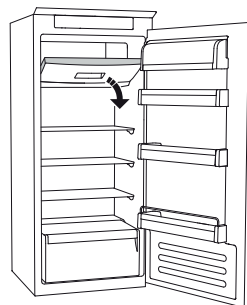

Rysunek 1
- Umieść żywność na kratce, jeśli jest dostępna (rysunek 1), lub bezpośrednio na spodzie komory (rysunek 2).
- Umieść żywność w środku komory *** ** *** tak, aby nie stykała się z już zamrożoną żywnością, zachowując odległość około 20 mm (rysunek 1 i 2).
SYSTEM STOP FROST (dostępny w zależności od modelu) ułatwia procedurę rozmrażania komory zamrażarki. Wyposażenie STOP FROST (rysunek 1) służy do zbierania szronu powstałego w komorze zamrażarki, jego łatwego usuwania oraz czyszczenia, co znacznie skraca czas niezbędny do rozmrażania wnętrza komory zamrażarki.